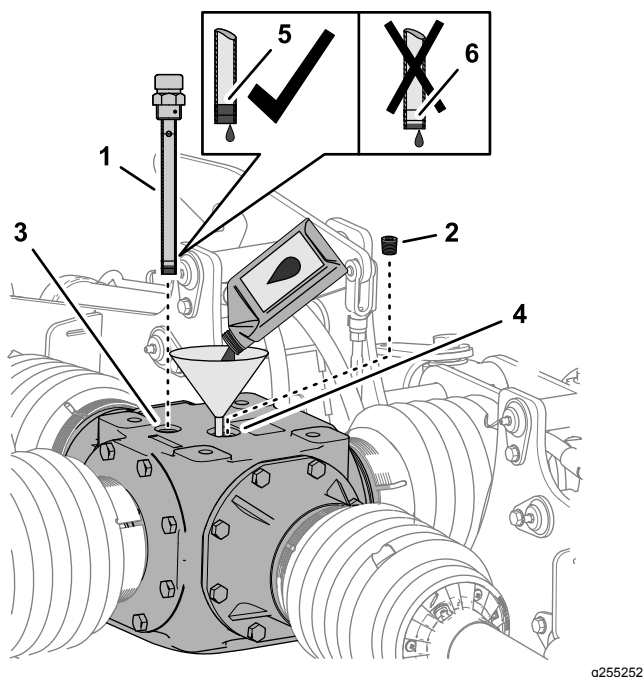

Рисунок 61
- Выверните пробку из заливного отверстия в верхней части редуктора (Рисунок 61).
- Долейте 2484 мл трансмиссионного масла указанного типа в редуктор через заливное отверстие (Рисунок 61).
- Заверните масломерный щуп в отверстие, выверните щуп и проверьте уровень масла по щупу (Рисунок 61).
- Заверните масломерный щуп в заливное отверстие и затяните его (Рисунок 61).
- Заверните пробку в заливное отверстие и затяните ее (Рисунок 61).